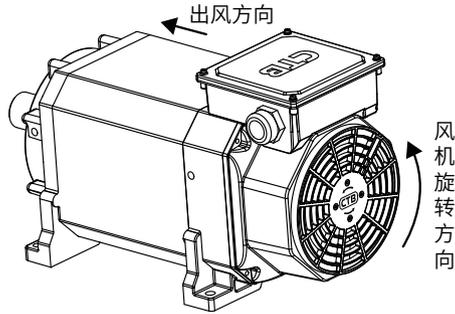

图 5 风机旋转方向
3.1.6 风机电机接线时，须注意轴流风机电机扇叶旋转方向及出风方向，如图 5；